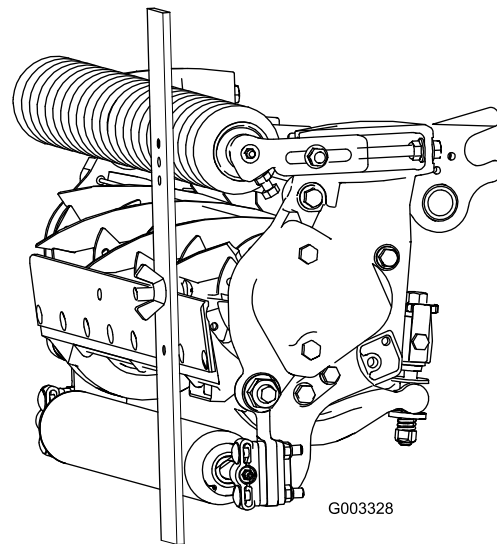

Figura 19
3. Prindeți capul urubului de marginea de tăiere a contracuitului și sprijiniți capătul posterior al barei pe rola posterioară (Figura 19).
4. Rotiți urubul de reglare până când partea frontală a rolei intră în contact cu bara de distanare (Figura 19). Reglați ambele capete ale rolei, până când întreaga rolă este paralelă cu contracuitul.